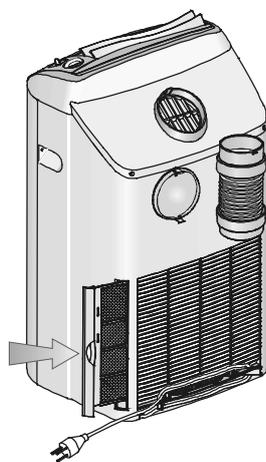

Figura 18
- Reinstallare il filtro principale inserendolo nell'apertura posteriore dell'unità e spingendolo all'interno (Vedi Figura 18).